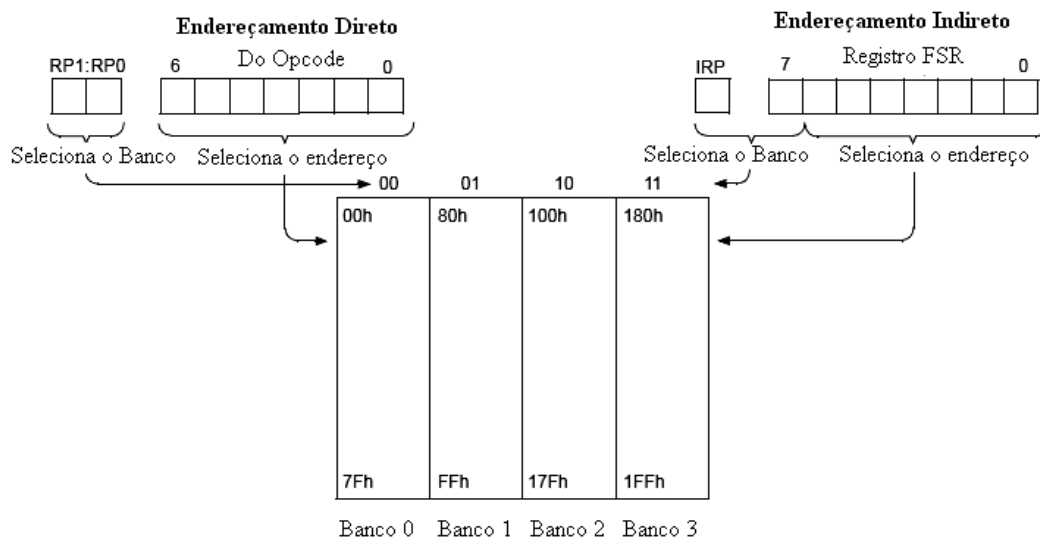

Figura 3.11: Endereçamento direto/indireto da memória RAM de dados.
- I) Direto, é feito por um endereço de nove bits sendo sete bits do endereço direto da instrução mais dois bits (RP1 e RP0) do registro STATUS. Qualquer acesso aos registros especiais (SFR), pode ser um exemplo de endereçamento direto. Veja **Figura 3.11**
No endereçamento indireto, os nove bits necessários são obtidos por oito bits do registro FSR e o bit IRP (STATUS<7>), como na **Figura 3.11**.